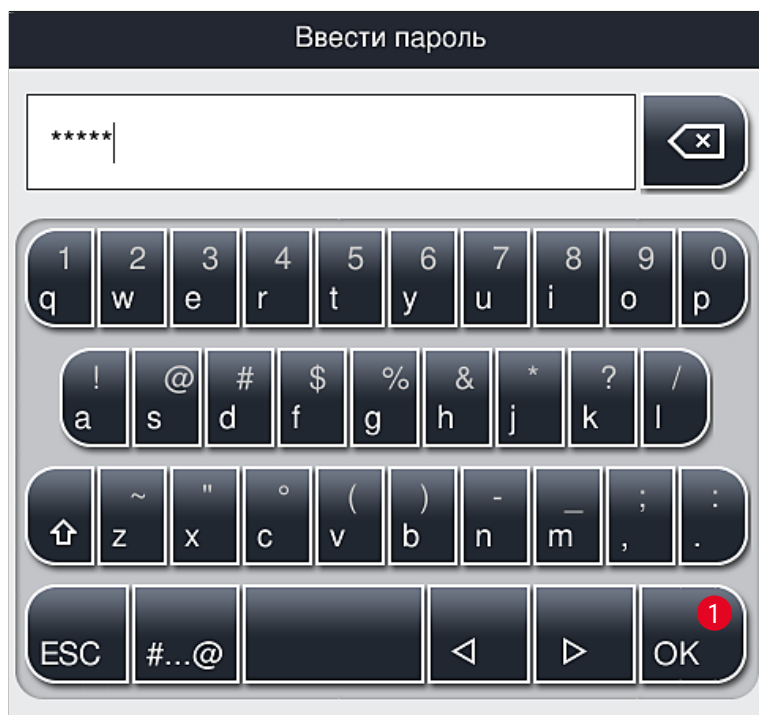

Рис. 28
2. На экране открывается клавиатура (→ Рис. 28), с помощью которой можно ввести пароль.